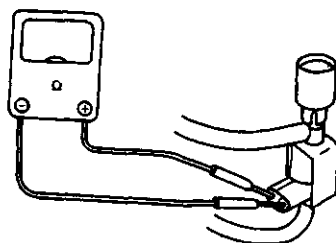

图 2-62 测量真空开关阀电阻值
- ① 点火开关处于关闭位置,断开真空开关阀插接件。
- ② 如图 2-62 所示,测量两插孔间的电阻,应为 37 ~ 44Ω/20℃。